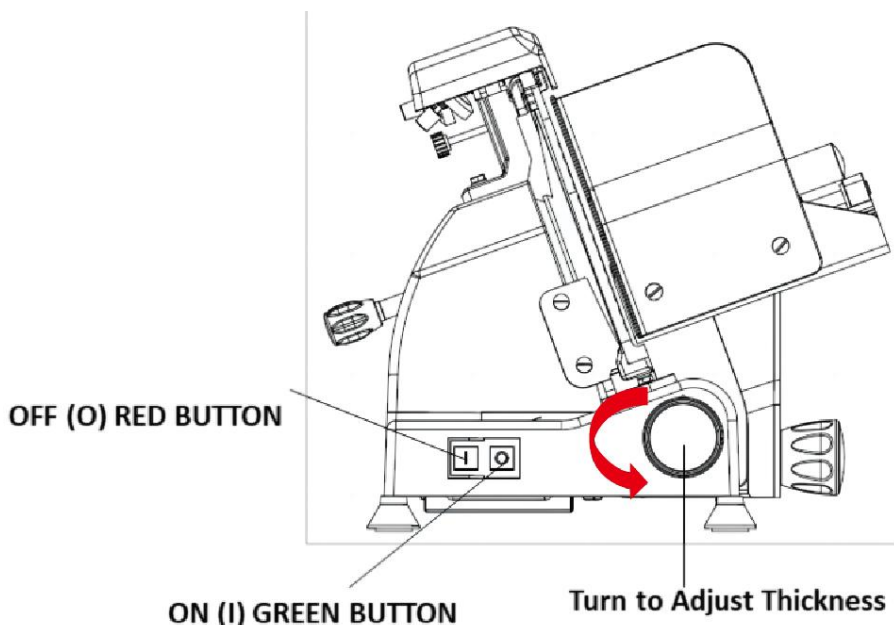

Bild 2
82. För att slå PÅ köttskäraren, tryck på den gröna "I"-knappen. (Se bild 2)
83. För att stänga av köttskäraren, tryck på den röda "O"-knappen. (Se bild 2)
85. Placera en bricka eller tallrik bakom köttskäraren och under bladet (del ⑧) för att samla upp den skivade maten när den lämnar bladområdet.
86. Håll i matpåskjutarens handtag (del ⑪) med höger hand. Skydda händerna bakom matpåskjutaren ⑤ .
89. När du är klar, stäng av köttskäraren (0) genom att trycka på den röda knappen. (Se bild 2)
91. För säkerhets skull, vrid alltid tjockleksjusteringsratten (del **2**) till "O"-läget efter användning för att skydda bladets vassa kant (**⑧**) ordentligt.